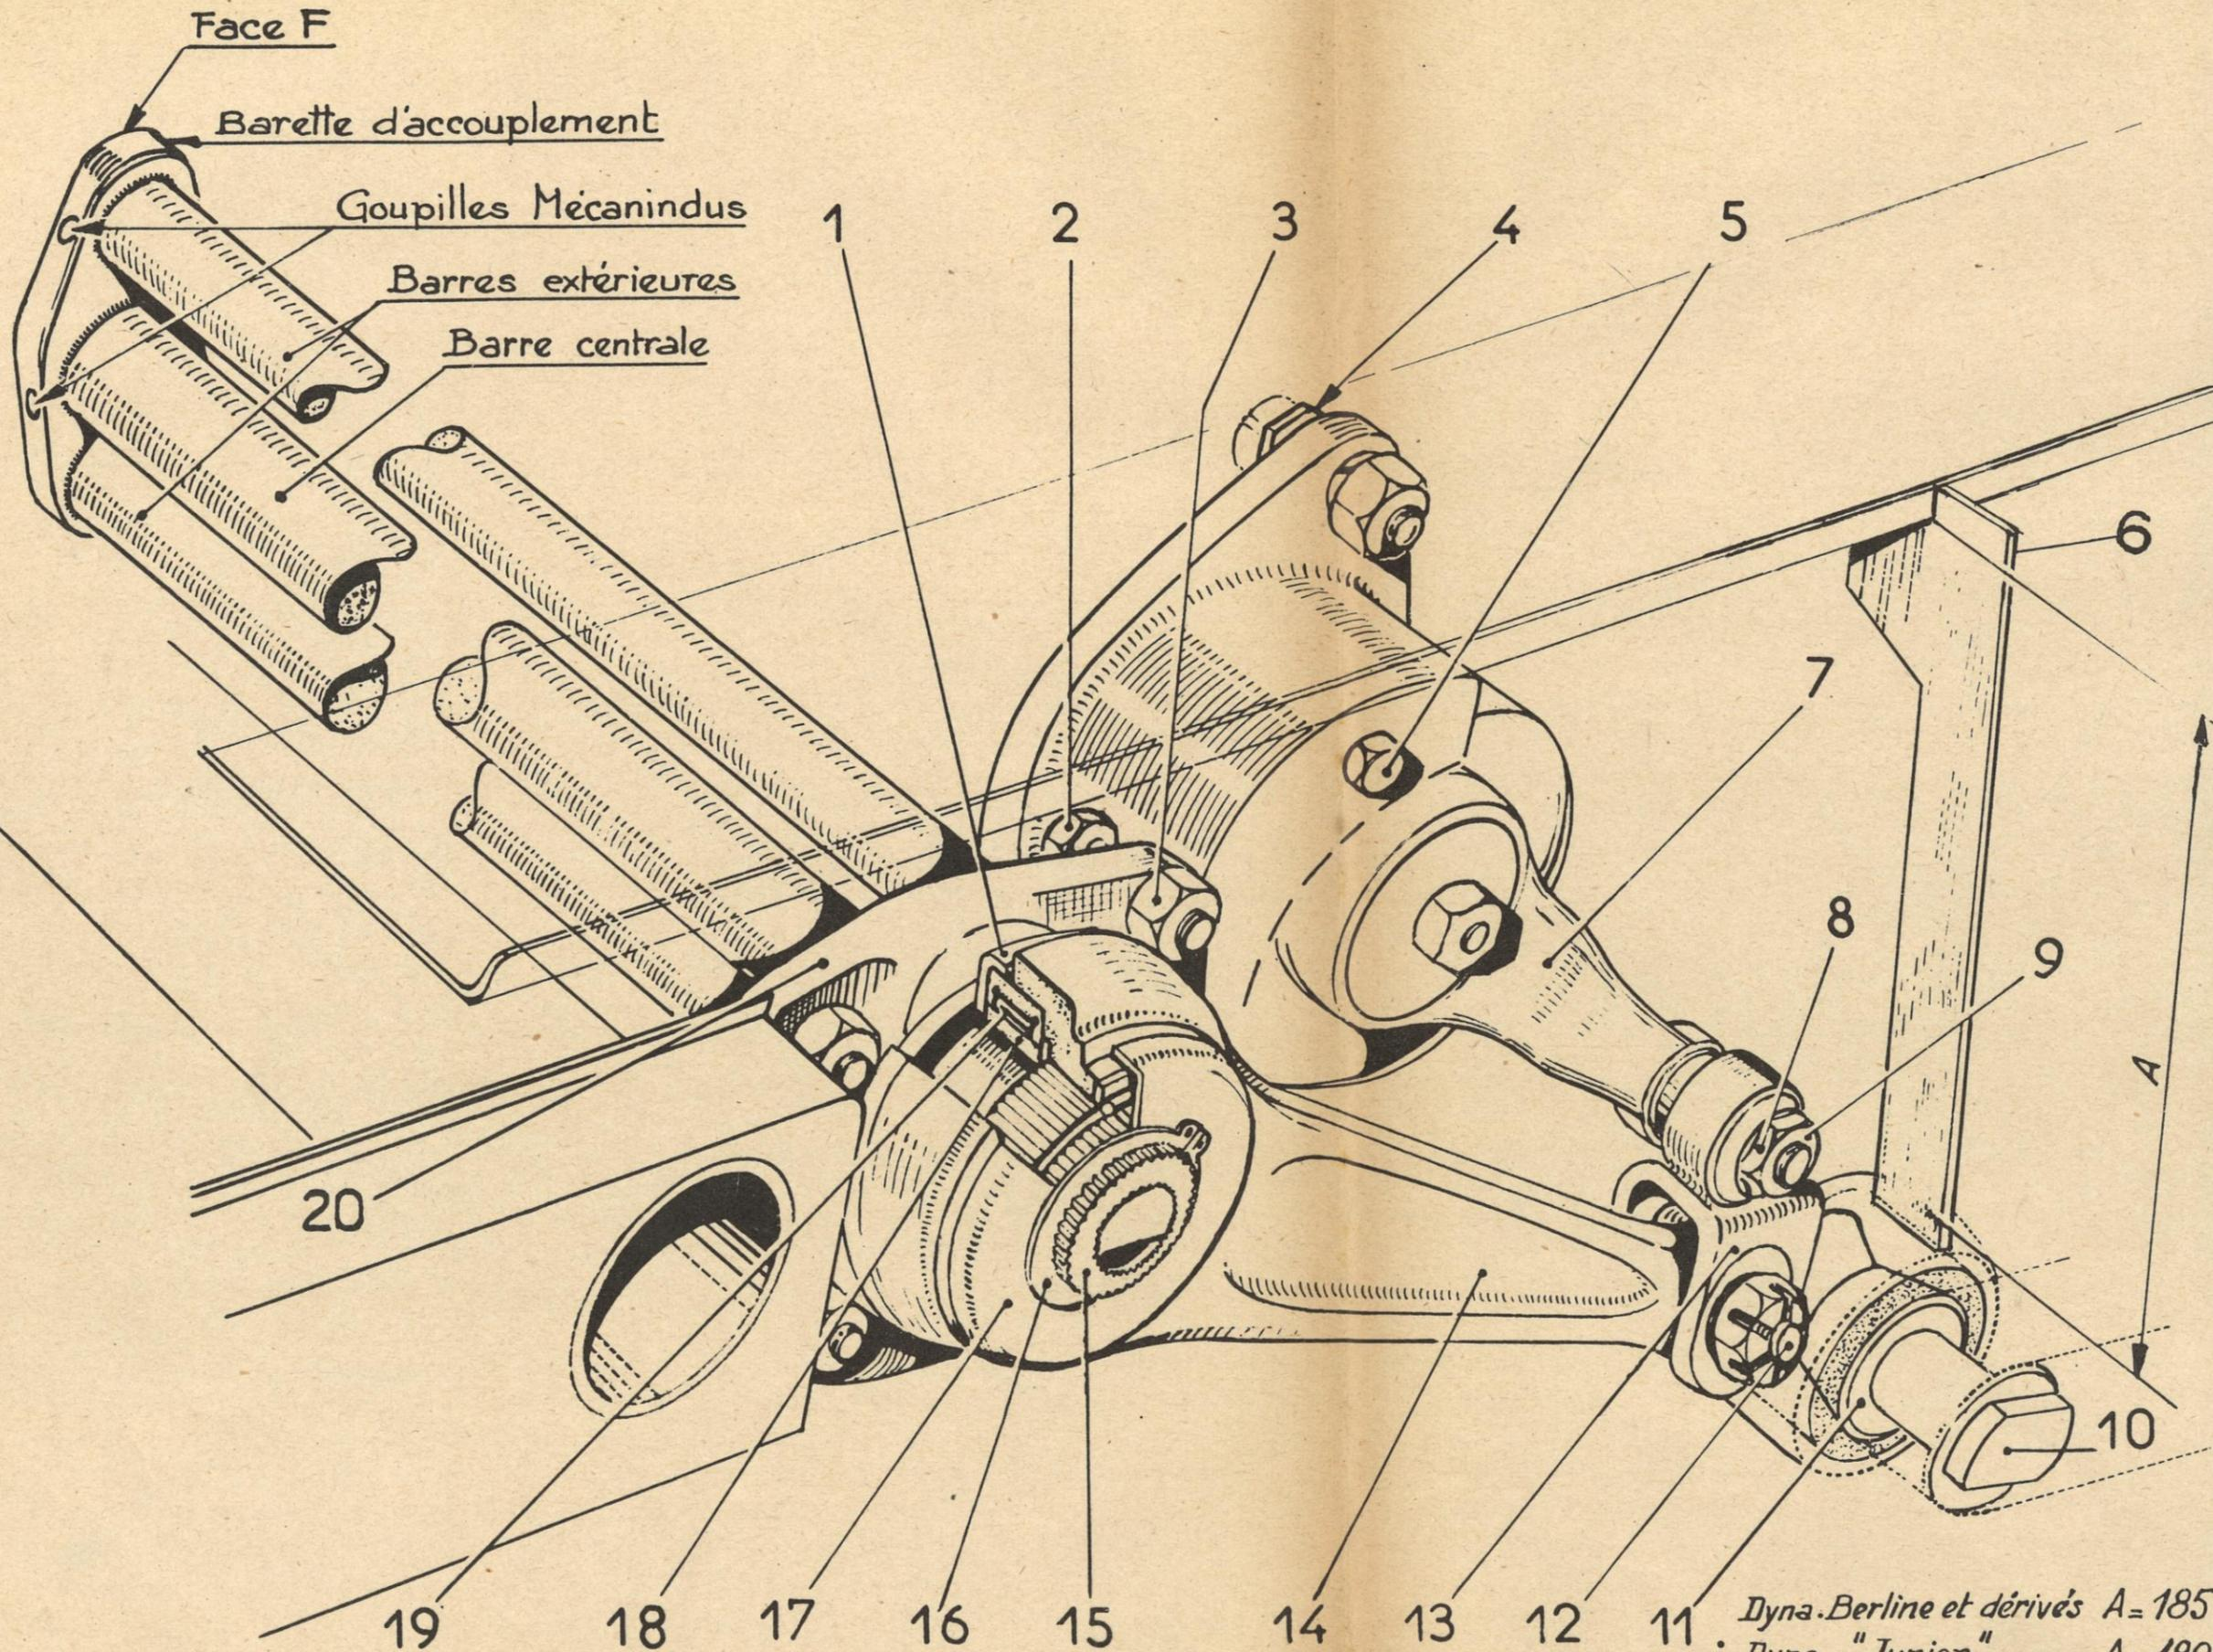

Fig. 3 NOTA - Montage avec Silentblocs concentriques.
- Engager le bras de suspension 14 suivant la position indiquée sur la fig. 3 en tenant compte de la cote A.